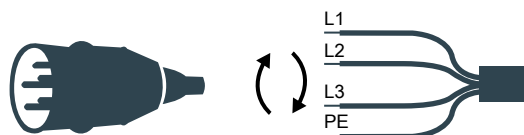

Figure 19 Raccordement électrique.
- 12.** Appuyez sur le bouton du boîtier de commande pour lever la plateforme. Relâchez le bouton lorsque la plateforme a atteint la hauteur souhaitée ou après 10 secondes environ si la plateforme ne se lève pas. Si la plateforme ne se lève pas, la pompe hydraulique tourne probablement dans le mauvais sens. Intervertissez deux des phases du branchement électrique (voir figure 19) puis essayez à nouveau de lever la plateforme.